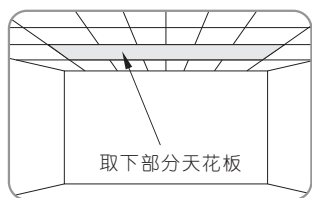
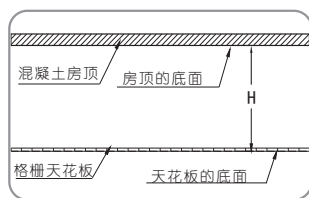

图 1
图 2
1. 按照用户的投影机参数来选定安装升降架的位置，根据升降架所需安装空间，取下部分天花板(图1)，准确测量混凝土房顶的底面到天花板的底面高度距离 H (图2)